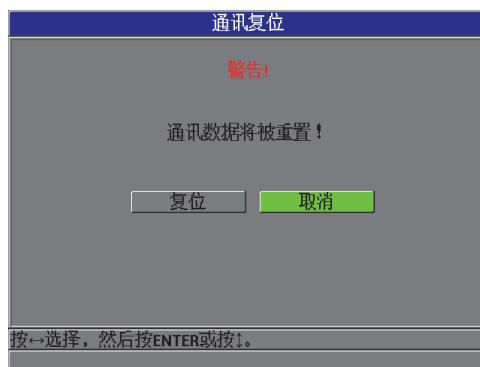

图 8-9 通讯复位屏幕 — 警告信息
- 在复位子菜单中，选择通讯，显示通讯复位屏幕（参见第 147 页的图 8-9）。